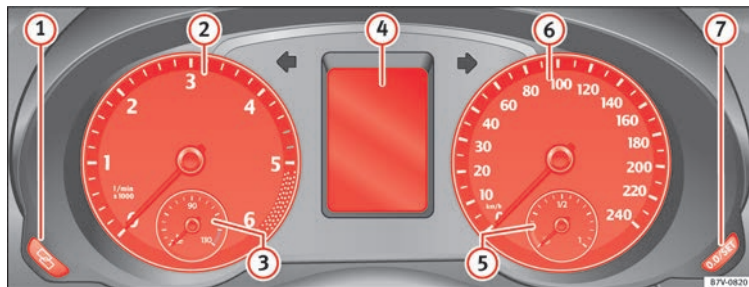

Fig. 119 Combiné d'instruments à l'avant.
Explications concernant les cadrans » fig. 119 :
① Bouton de réglage de la montre¹⁾.
- Pour continuer le réglage, appuyez sur la touche  » fig. 119 ⑦. Pour que les nombres défilent rapidement, maintenez la touche appuyée.
② Compte-tours (du moteur en marche, en milliers de tours par minute).
Le compte-tours vous offre, en plus de l'indication des vitesses, la possibilité d'utiliser le moteur de votre véhicule à un régime-moteur approprié. Le début de la zone rouge » fig. 119 du compte-tours représente le régime maximal autorisé du moteur à sa température normale de
L'écran du tableau de bord » **fig. 119**  affiche diverses informations en fonction de l'équipement du véhicule :
L'indicateur de maintenance s'affiche sur l'écran du tableau de bord » fig. 119 ④.